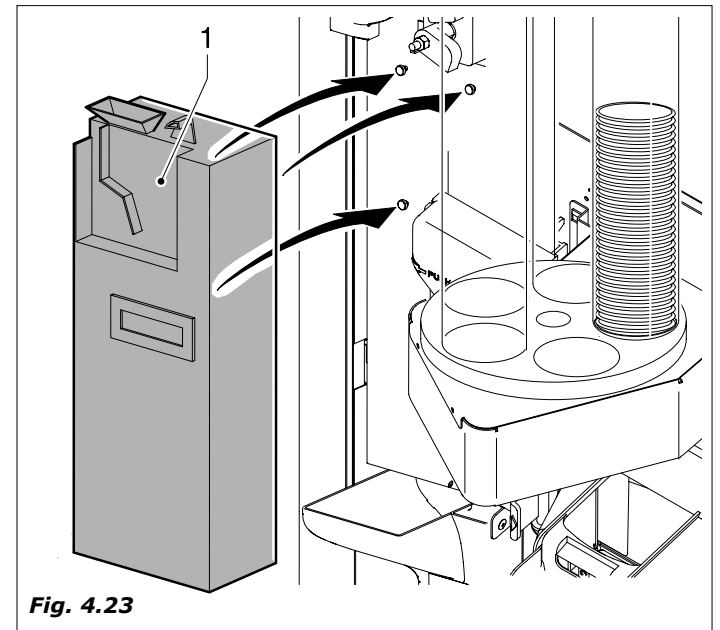

Fig. 4.23
- Montar el monedero (Fig. 4.23) conectarlo con la placa Master